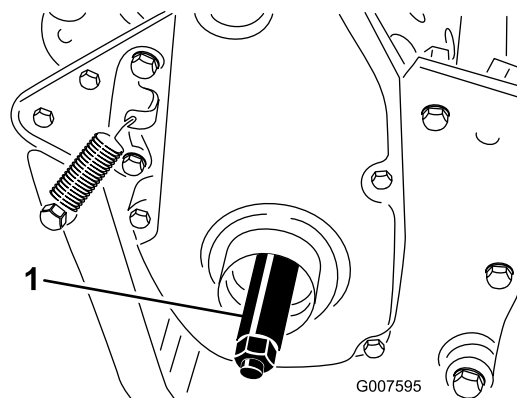

Figura 8
- Enrosque el eje de la rueda derecha en la polea de transmisión del lado derecho de la máquina (Figura 8).